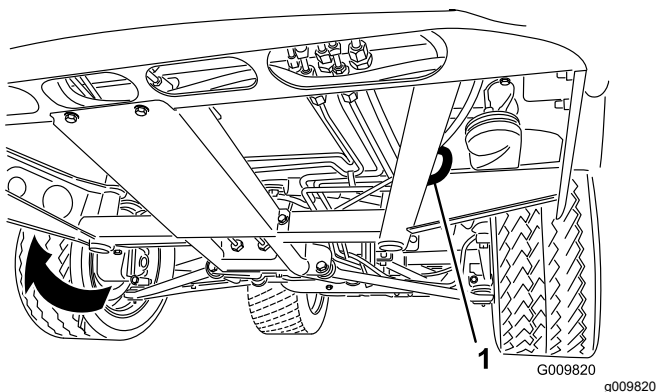
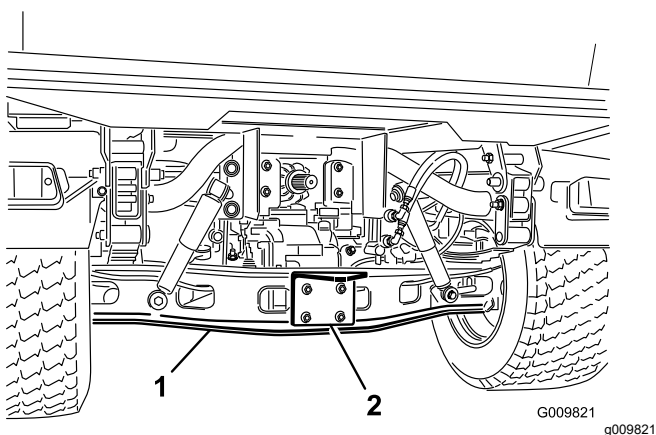

Figure 19
Figure 20
L'emplacement des points d'arrimage sur la machine est indiqué à la Figure 19 et la Figure 20.
1. Accrochez un câble de remorquage à la flèche d'attelage à l'avant du cadre de la machine (Figure 19).